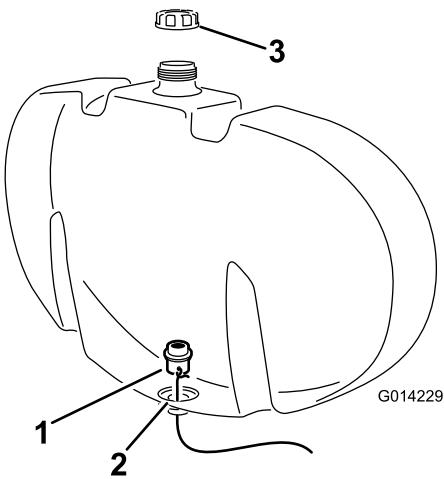

图7
E. 用金属丝将隔板接头引至水箱 图7 底孔。
- F. 将隔板接头放入相应的位置确保空隙垫片紧靠冲洗水箱 图7的内壁。